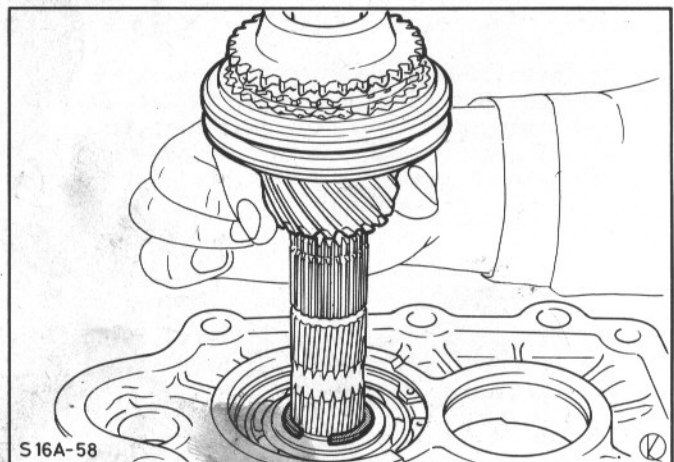

Abb.127 5. Gang-Zahnrad entfernen
26. Sprengring mit 5. Gang-Zahnrad entfernen, Abb.127, Synchronkupplung komplett mit Zahnrad abnehmen.